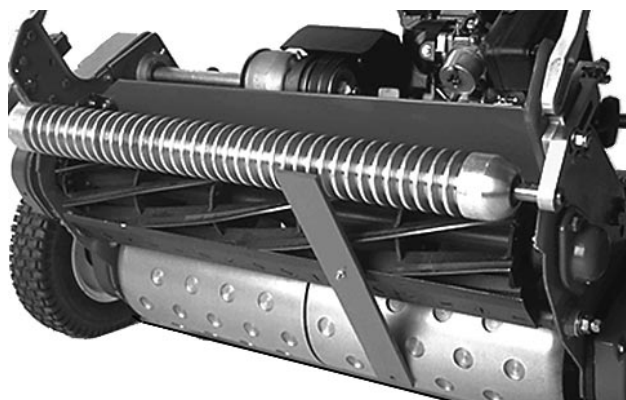

Fig. 8
4. Anbring skruhovedet på bundknivens skær, så bagenden af stangen hviler på bagrullen (Fig. 8).